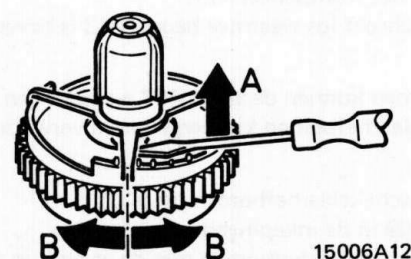

Fig. 8
- De opspoelfrictie is instelbaar door het verdraaien van de drukveer op de opspoelfrictie (Fig. 8).